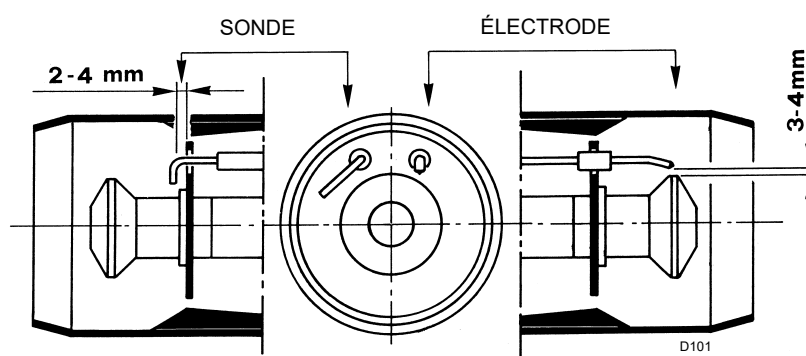

Fig. 10
- Avant de fixer le brûleur sur la chaudière, vérifier par l'ouverture de la buse si la sonde et l'électrode sont placées correctement, comme illustré dans la (Fig. 10).
Ne pas tourner la sonde, la laisser comme illustré dans la Fig. 10; son positionnement près de l'électrode d'allumage pourrait endommager l'amplificateur de la boîte de contrôle.
Avant de fixer le brûleur sur la chaudière, vérifier par l'ouverture de la buse si la sonde et l'électrode sont placées correctement, comme illustré dans la Fig. 10.
Ne pas tourner la sonde mais la laisser comme sur la Fig. 10; son positionnement tout près de l'électrode d'allumage pourrait endommager l'amplificateur de la boîte de contrôle.
Respecter les dimensions indiquées sur la Fig. 10.